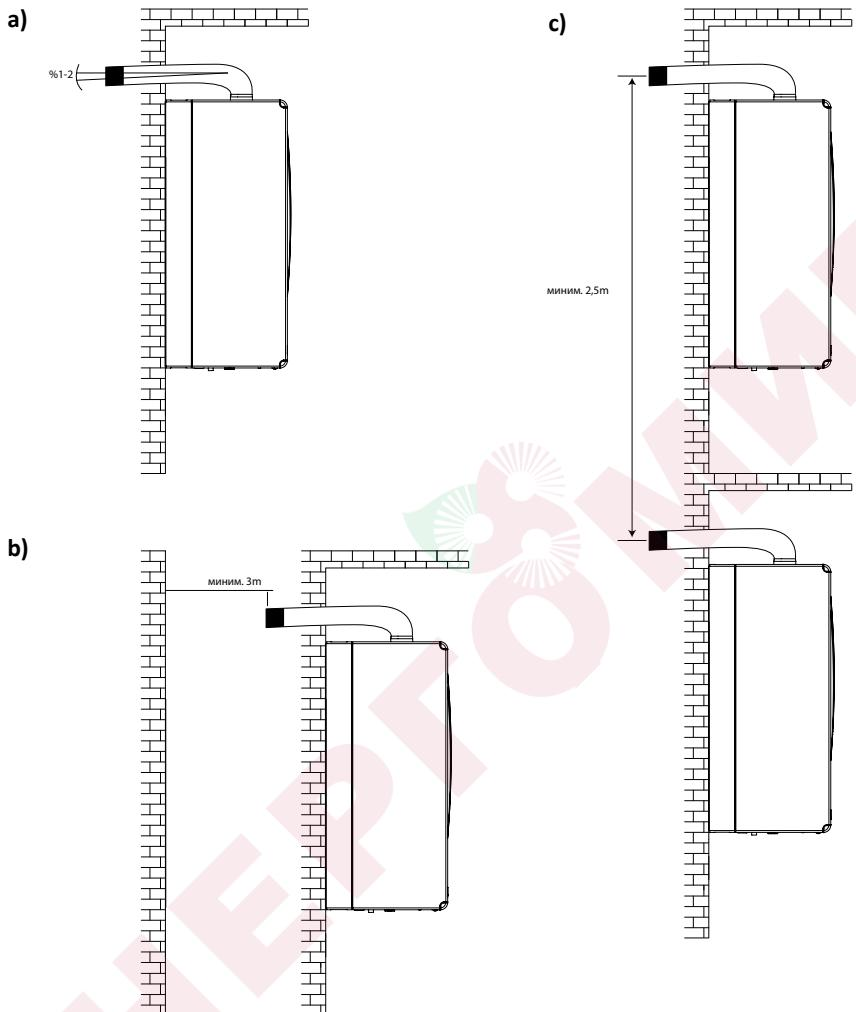

Рисунок 5
- Для устройств типа С выходные отверстия горизонтальных дымоотводов следует устанавливать с уклоном наружной части вниз на 1-2% для предупреждения проникновения дождевой воды и т. п. (Рисунок 5а).
- Расстояние от выходного отверстия дымоотвода до противоположного здания по прямой линии должно быть не менее 3 м (рис. 5б).
- Для устройств типа С расстояние между выходными отверстиями горизонтальных дымоотводов, выведенных наружу здания, должно составлять не более 2,5 м. Кроме того, при выводе дымоотвода под окном, выходное отверстие дымоотвода должно находиться на расстоянии 30 см от нижнего края окна (Рисунок 5с).
- Выходное отверстие дымохода должно быть выведено не менее чем на 40 см от поверхности крыши (Рисунок 5д и 5е).
(Рисунок 5а)